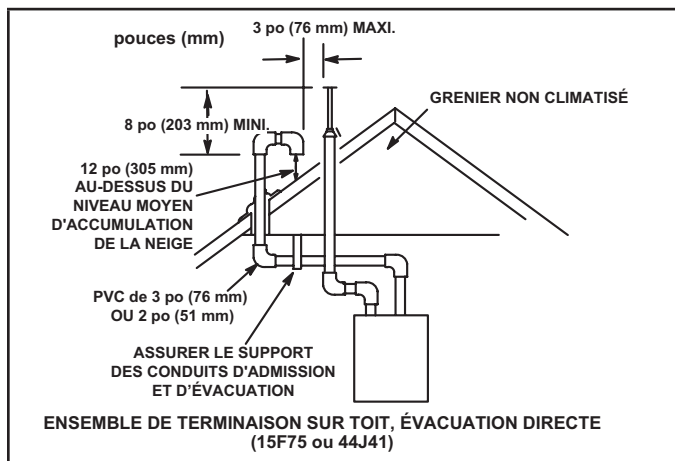

FIGURE 34
Les conduits d'admission et d'évacuation peuvent être acheminés soit horizontalement à travers un mur extérieur, soit verticalement à travers le toit. Pour les installations sous comble ou en placard, il est préférable d'utiliser une terminaison verticale à travers le toit. Les FIGURE 34 à FIGURE 42 illustrent des terminaisons typiques.
- 3 - Avec les terminaisons sur toit, le conduit d'admission doit comporter deux coudes à 90° et se terminer verticalement vers le bas (voir FIGURE 34).